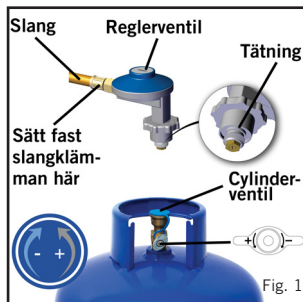

Fig. 1
- Slangen och tryckreglagets packning ska kontrolleras efter skada och slitage, före varje användningstillfälle samt innan de ansluts till gasbehållaren (se bild 1).
- Utför denna kontroll varje gång du ansluter apparaten till en gasbehållare (se bild 1).